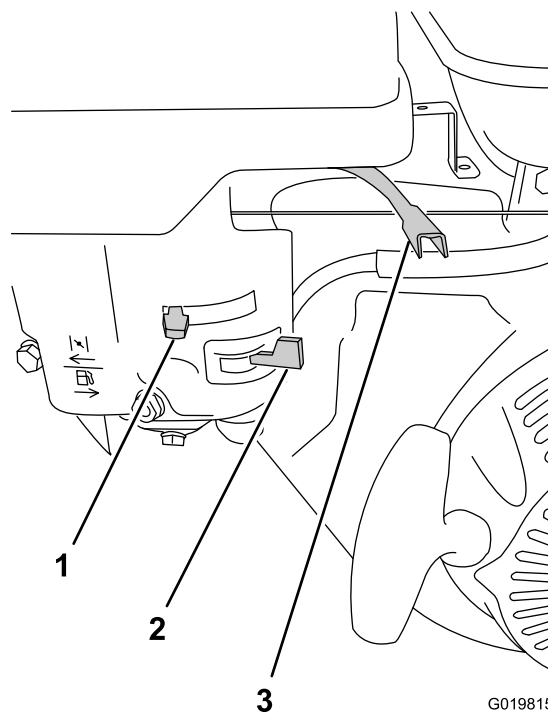

Рисунок 19
1. На двигателе переместите рычаг газа в сторону от положения «Мин.», на 1/3 полного хода в направлении положения «Макс.» (Рисунок 19); см. Рычаг газа (страница 11).
2. Переведите рычаг топливного клапана в положение «Вкл.» – до упора вправо (Рисунок 19); см. Топливный клапан (страница 11).
- Для запуска холодного двигателя переведите рычаг дроссельной заслонки в положение «Закрыто» – до упора влево (Рисунок 19); см. Рычаг дроссельной заслонки (страница 11).
4. Поверните переключатель двигателя в положение «Вкл.» (Рисунок 19); см. Переключатель электрического запуска (страница 11).
1. Убедитесь в том, что рычаг дроссельной заслонки находится в положении «Выкл.» (Рисунок 19); см. Рычаг дроссельной заслонки (страница 11).
2. Переведите рычаг газа в положение «Минимум» (Рисунок 19); см. Рычаг газа (страница 11).